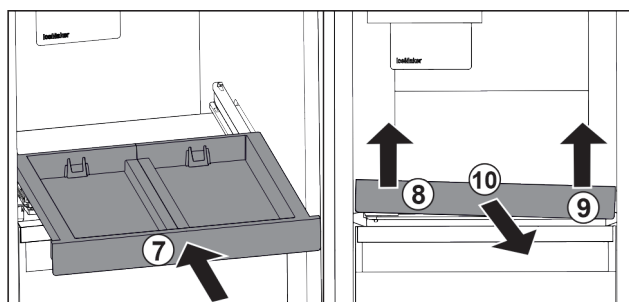

Fig. 102
- Uitschuifplateau erin schuiven. Fig. 102 (7)
- Uitschuifplateau linksvoor optillen. Fig. 102 (8)
- Uitschuifplateau rechtsvoor optillen. Fig. 102 (9)
- Uitschuifplateau er naar voren uitnemen. Fig. 102 (10)